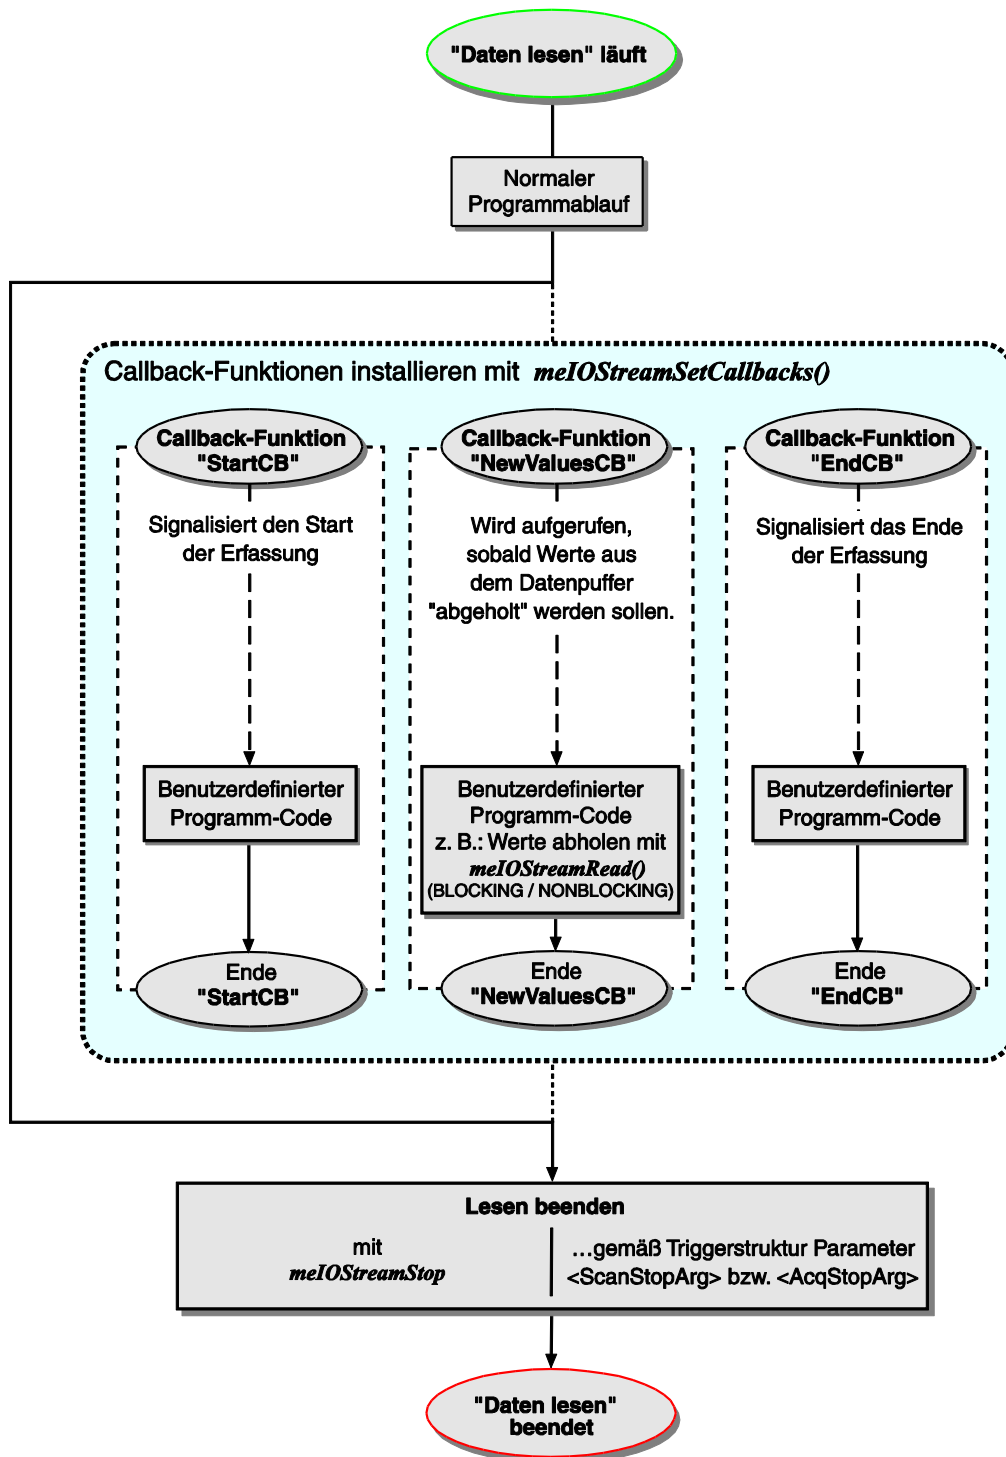

Abbildung 24: Daten lesen mit Callback-Funktion
- Das „Abholen“ der Daten erfolgt im Hintergrund im Rahmen einer benutzerdefinierten Callback-Funktion. Bei Bedarf können Sie mit der Funktion *meIOStreamSetCallbacks()* drei verschiedene Callback-Funktionen installieren, die beim Start, während oder nach der Erfassung aufgerufen werden. Siehe Abbildung 24 auf Seite 67.